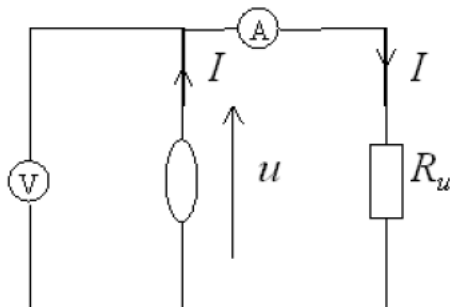

Figure 1
- a) Réaliser le montage de la figure 1.